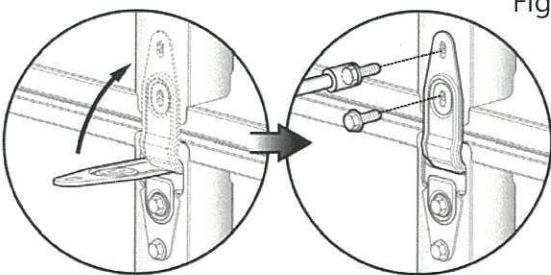

Figura 10
Una vez que la sección está en su lugar, levante la parte superior de la(s) bisagra(s) de centro y fíjela a la sección de encima, con (2) tornillos universales de 1/4" x 5/8" (Figura 10).